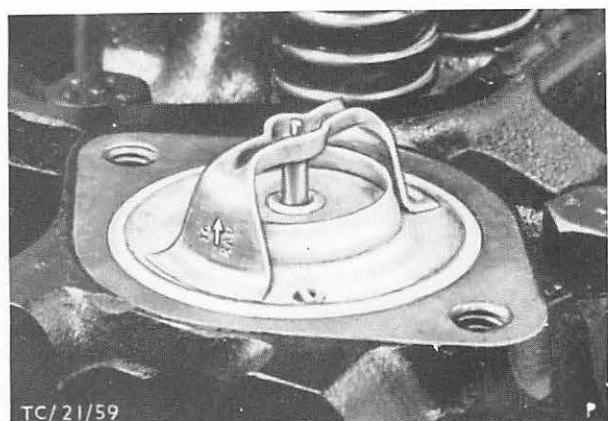

Abb. 187 Einbaulage – Thermostat
12. Thermostat einsetzen, Abb. 187, Dichtung auflegen und Wasserauslaßstutzen anschrauben. Auspuffrohr an Auspuffkrümmer montieren.